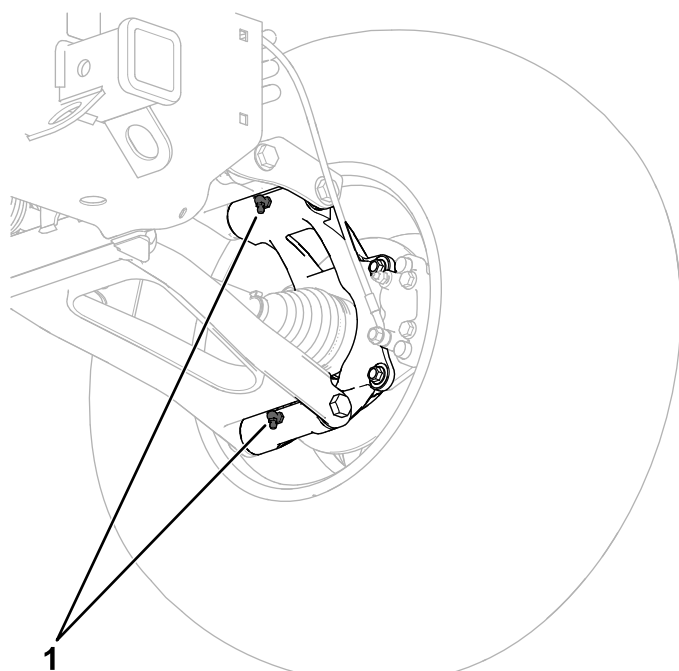

Figura 95
- **Pivotes traseros (4);** consulte la Figura 95